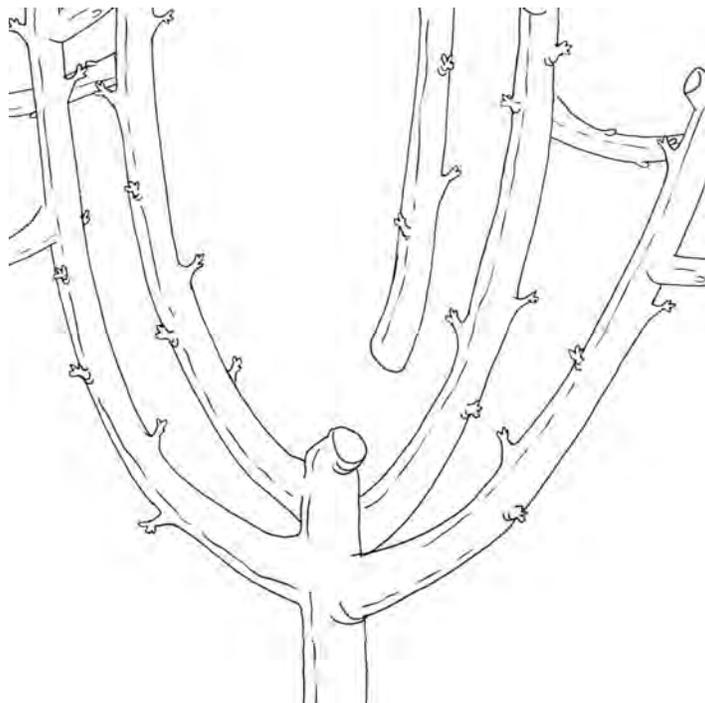

Figura 33
- Permita la producción de fruto en las ramas temporales retenidas durante el primer reposo. Una vez que el crecimiento comience a disminuir debido a la producción de fruto, quite estas ramas para mejorar la distribución de luz en la parte inferior del árbol (Figura 33).